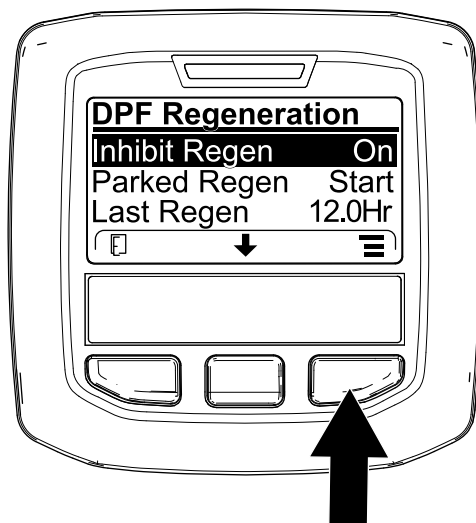
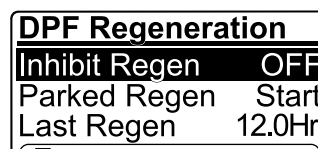

図 48
図 49
1. DPF Regeneration メニューで、中央ボタンを押して再生禁止 INHIBIT REGEN オプションに移動し、右ボタンで中に入る 図 48。
2. 右ボタンを使って、設定を ON から OFF 図 48 または OFF から ON に変える 図 49。